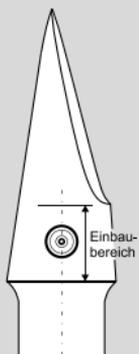

Abb. 4
- Schieben Sie den S-Bogen so weit wie möglich in das Mundstück, um den geeigneten Einbaubereich (= nach dem Ende des S-Bogens) für den Tonabnehmer zu ermitteln (Abb. 4). Der **WP-1X** muss so weit vom S-Bogen entfernt montiert werden, dass eine Kollision ausgeschlossen werden kann .